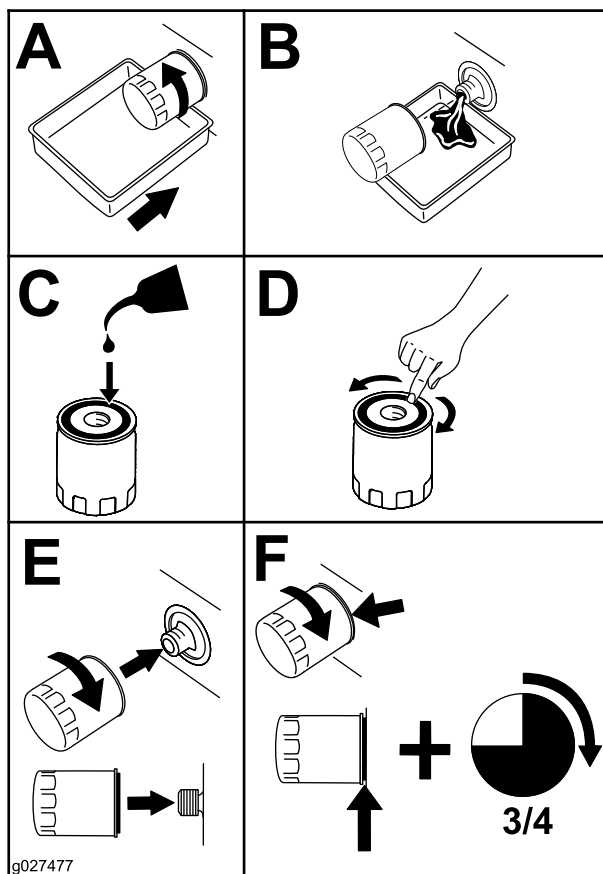

Figura 44
5. Substitua o filtro do óleo do motor (**Figura 44**).